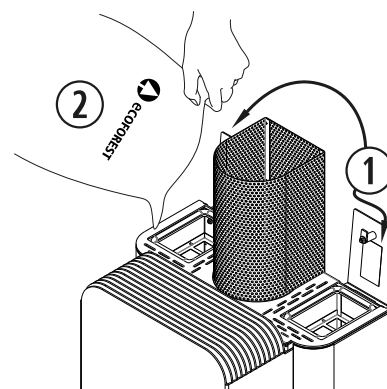

Figura 1
- 2.15.** Para realizar la carga de combustible en la estufa, debemos abrir las tapas de la tolva y vaciar el saco de combustible con cuidado, para evitar que rebose el combustible. (figura 1). Una vez cargada deben cerrar correctamente las tolvas para asegurar un correcto funcionamiento de su estufa.
①	Tapa de la tolva.
②	Combustible.